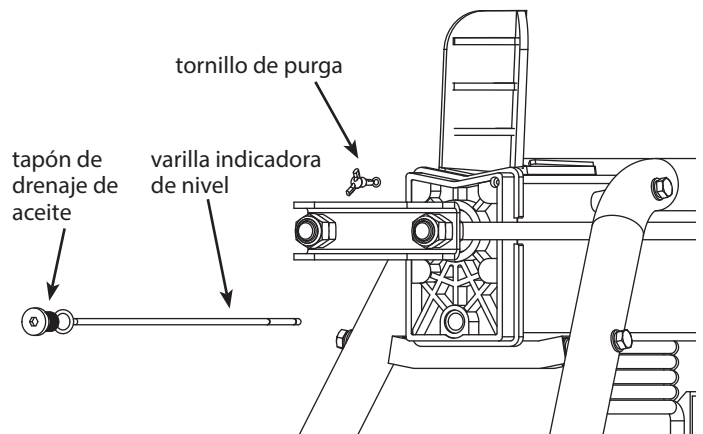

Figura 9
2. Retire el perno de drenaje de aceite y la varilla indicadora de nivel. Asegúrese de que el tornillo de purga esté cerrado firmemente. **(CONSULTE LA FIGURA 9)**